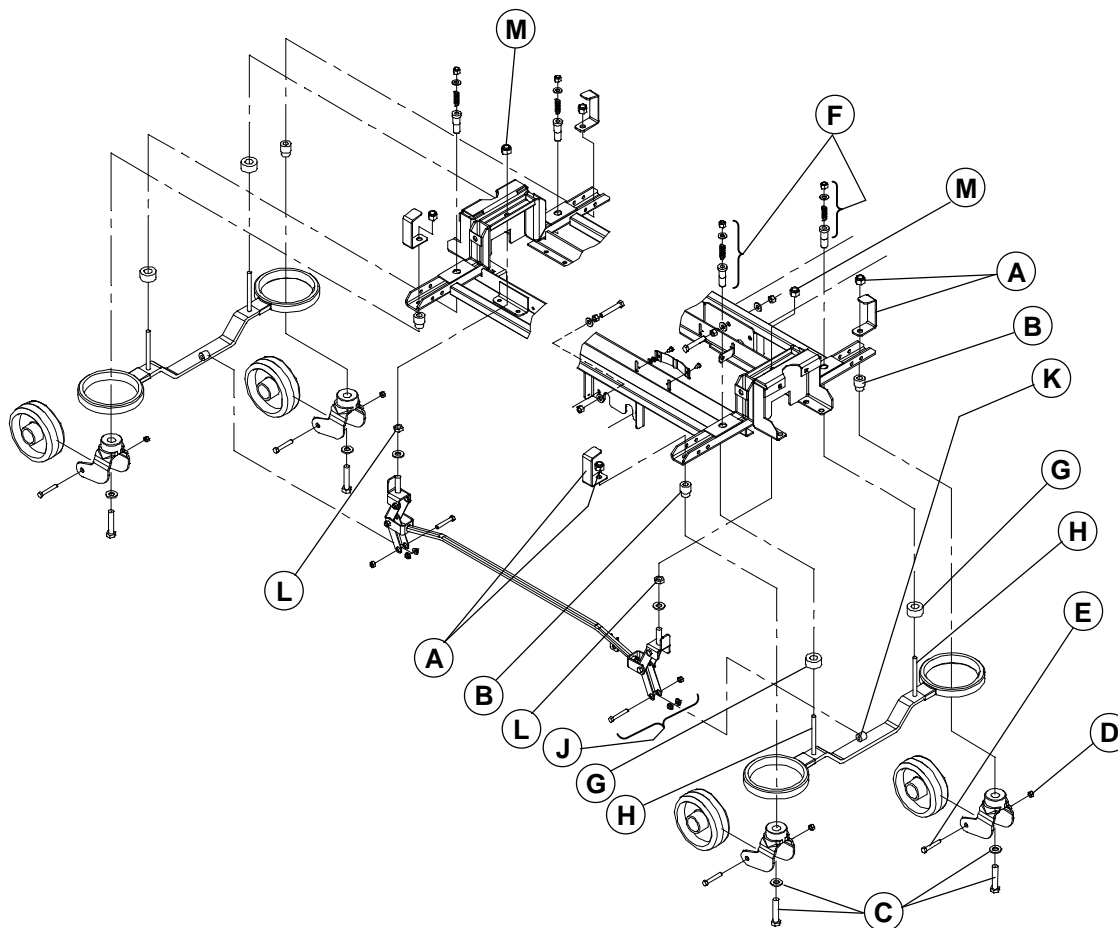

Figure 3.8
À moins d'indications contraires, les références contenues dans la procédure qui suit référeront à la figure 3.8, page 24.
6. À l'aide d'une clé à cliquet et douille 3/4" et d'une clé à cliquet coudé et douille 3/4", retirez les deux écrous/support de capot (A, fig. 3.8, page 24), douille de réglage de la roue (B, fig. 3.8, page 24) et rondelle/boulon (C, fig. 3.8, page 24) retenant la roulette au châssis. Retirez la roulette défectueuse.